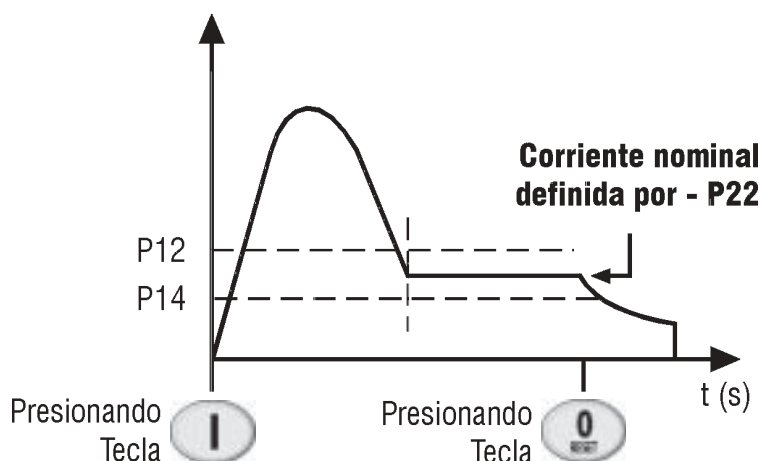

Figura 6.4 - Protección Sub/sobrecorriente en régimen
- ☒ Ajusta el nivel de sobrecorriente instantánea que el motor o Soft-Starter permite, durante un tiempo preajustado en P13, luego del cual la Soft-Starter desconéctase, indicando E06. Ilustrado en la figura 6.4.
- ☒ Ajusta el nivel de subcorriente mínimo que el motor + carga puede operar sin problemas. Esta protección actúa cuando la corriente de carga (figura 6.4) cae a un valor inferior al ajustado en P14; y por un tiempo igual o superior al ajustado en P15, indicando error E05.